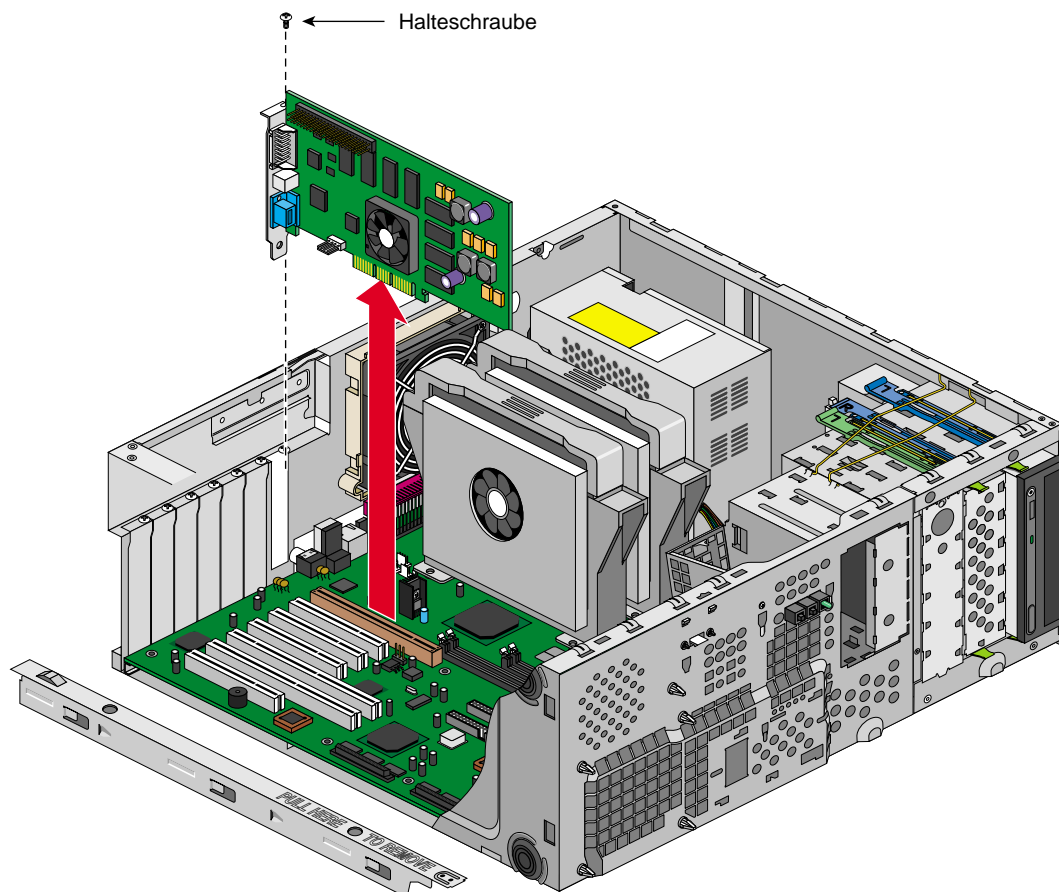

Abbildung 2-24 Ausbauen einer Erweiterungskarte
3. Lösen Sie wie in Abbildung 2-24 gezeigt die Halteschraube für die Erweiterungskarte.